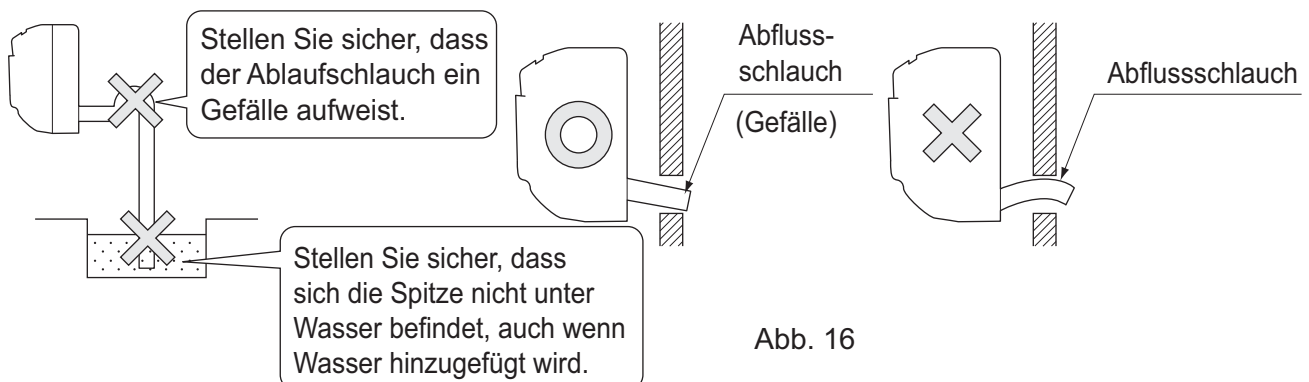

Abb. 16
(1) Installieren Sie den Kondenswasserablauf. (Siehe Abb. 16)
- Achten Sie auf die Punkte in Abb. 16, wenn Sie die Arbeiten am Ablaufsystem vornehmen.